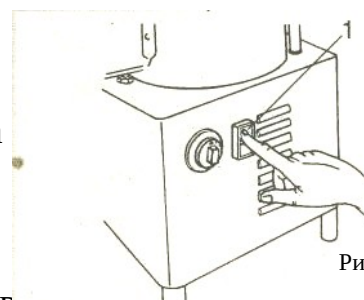

Рис.8
- нажать зеленую кнопку: (1) (рис.8) загорится рабочий цикл запуститься;